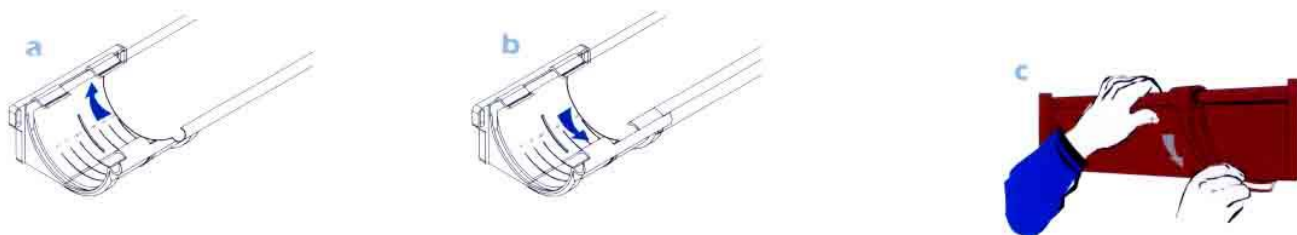

Рис. 4
- 2.4. Крепление желоба осуществляется со стороны фронтовой доски. Желоб вставляется сначала в задние зажимы кронштейна, соединителей желоба и воронок и поочередно вдавливаются в передние замки этих же элементов (см. рис. 4).